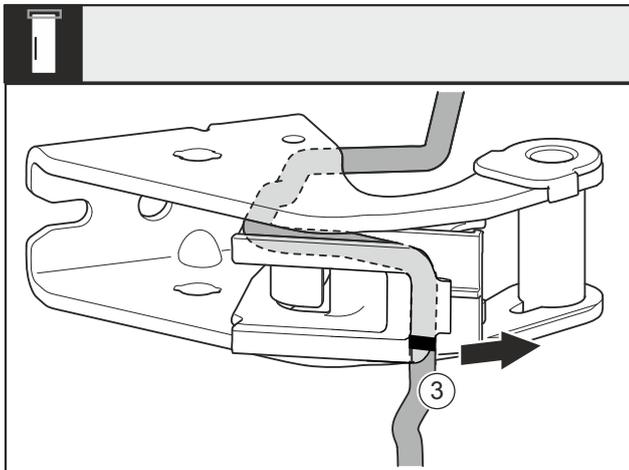

Fig. 27
- ▶ Smontare il cavo con il supporto del cavo Fig. 27 (3) dal blocco di supporto.